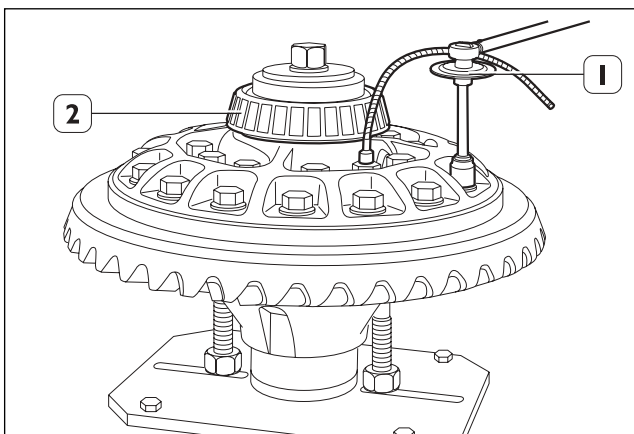

Fig. 30
- **2° fase:** cerrar mediante una llave graduada (1) con un ángulo de 80° - 90°. (Fig. 30)
10. Calentar en un horno de circulación de aire a una temperatura de 100° C durante 15 minutos aproximadamente el rodamiento (2) e introducirlo mediante un botador adecuado. (Fig. 30)